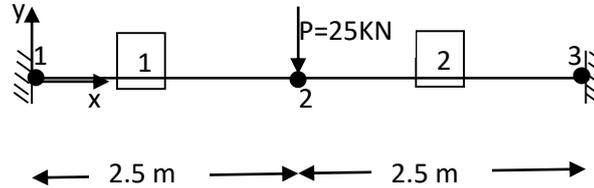

Figure 01 : Poutre bi-encastée à ses deux extrémités et chargée en son milieu par une force $P = 25 \text{ kN}$
Soit la poutre horizontale bi-encastée à ses deux extrémités et de longueur $\ell = 5\text{ m}$. Une force ponctuelle verticale dirigée vers le bas $P = 25\text{ KN}$ est appliquée en son milieu (figure 01). Le module d'élasticité longitudinale $E = 210000\text{ MPa}$ et le moment d'inertie des sections transversales autour de l'axe de flexion $z'z$ a pour valeur $I_z = 8356\text{ cm}^4$.
- 1- En divisant (ou bien en maillant) la poutre en deux éléments (01) et (02) adjacents et de longueurs égales à (2.5 m), écrire les matrices de rigidités élémentaires de chaque élément en respectant la numérotation des nœuds portée sur la figure 01. (02 points)